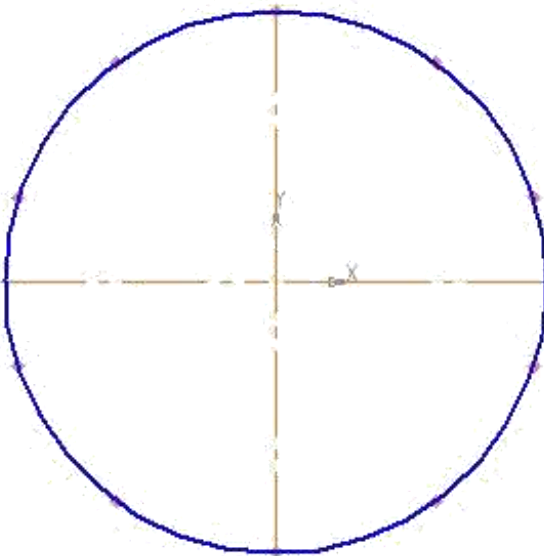

Рис. 4.29
- В данном случае кривая замкнута, и для того чтобы разделить ее на равное количество участков, требуется задать положение первой точки. Укажите верхнюю точку пересечения окружности и вертикальной оси симметрии. Система равномерно расставила точки, разделив кривую (окружность) на заданное количество равных участков (рис. 4.29).